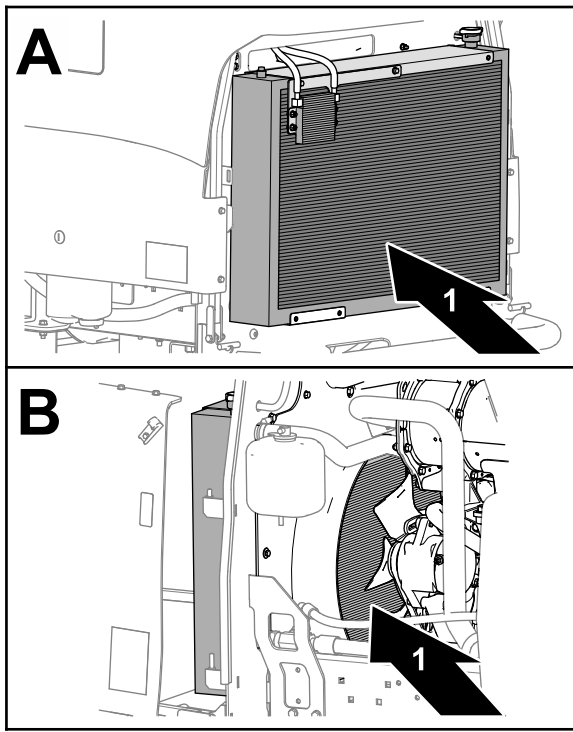

Bild 65
7. Reinigen Sie beide Seiten des Kühlers und des Ölkühlers gründlich mit Druckluft (Bild 65).